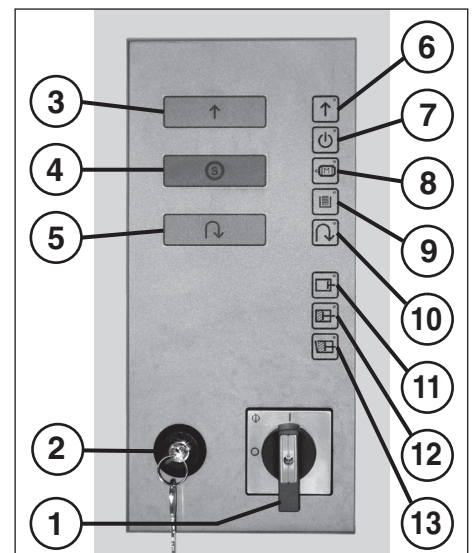

Abb. 6
- Verriegelungsschalter (2) entriegeln und Drucktaster „Vorwärtslauf Schneidwerk“ (3) (Abb. 6) betätigen.
EINSATZ DES SHREDDERS (Abb. 6):
BEDIENUNGSELEMENTE (Abb. 6, 7 und 8):
1 = Hauptschalter (Not-Aus) (Abb. 6)
2 = Verriegelungsschalter (Abb. 6)
„Vorwärtslauf Schneidwerk“ (Abb. 6)
„Stopp Schneidwerk“ (Abb. 6)
„Rückwärtslauf Schneidwerk“ (Abb. 6)
„Betriebsbereit“ (Abb. 6)
„Störung Motor“ (Abb. 6)
„Rückstau Auslauf“ (Abb. 6)